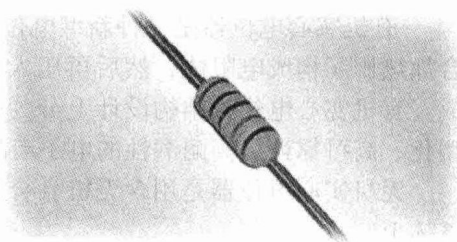

图1-7 线绕电阻器
5. **线绕电阻器** 线绕电阻器的外形如图1-7所示,它是将电阻线绕在耐热瓷体上,表面涂以耐热、耐湿、无腐蚀性的阻燃涂料而制成的。